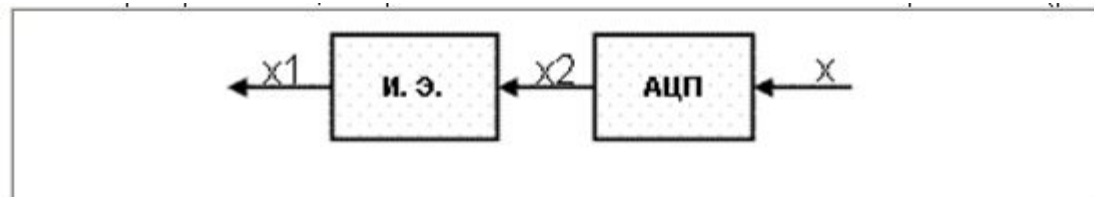

Рис. 7.
Так как каждый шаг алгоритма состоит из набора команд микропроцессора и выполняется за конечное время, ввод сигнала  $x$  производится в дискретные моменты времени, отстоящие друг от друга на величину  $T$ , которая равна общей длительности выполнения одного цикла алгоритма управления. Следовательно, сигнал  $x_1$  (см. рис. 5) квантован по времени. Поэтому в математической модели КОС должен присутствовать импульсный элемент, отражающий факт квантования сигнала по времени (рис. 7).
Здесь  $x_2$  — сигнал, квантованный по уровню,  $x_1$  — сигнал, квантованный по времени и уровню. Схема на рис. 7 представляет собой математическую модель канала обратной связи с непрерывным датчиком.
- В дискретном датчике преобразование непрерывного сигнала в дискретный и соответствующее квантование по уровню происходит внутри самого датчика, сигнал на его выходе представляется уже в цифровом виде. Поэтому мы можем рассматривать дискретный датчик как АЦП, понимая под АЦП здесь любое устройство, осуществляющее квантование по уровню. Следовательно, в случае дискретного датчика КОС также описывается схемой, представленной на рис. 7.
- Если сигнал  $g$  подается на вход МПСУ в непрерывном (аналоговом) виде, структура канала входных сигналов (КВС) такая же, как и КОС (рис. 7).